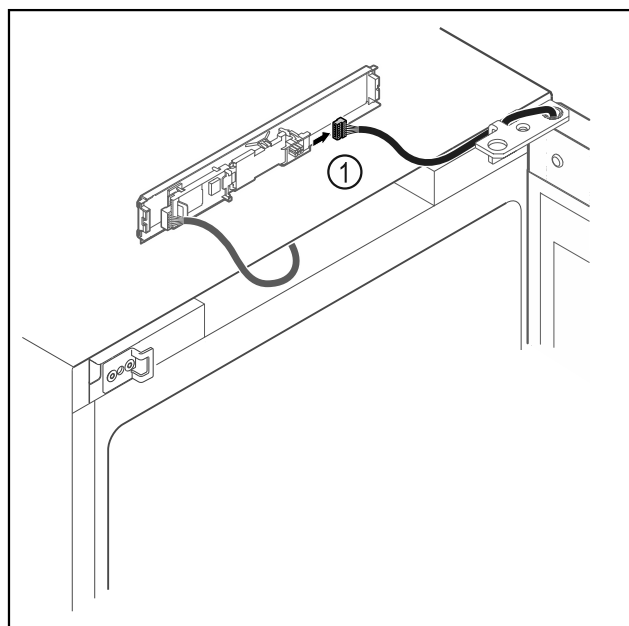

Fig. 16
- ▶ Vtič Fig. 16 (1) odstranite s tiskanega vezja.